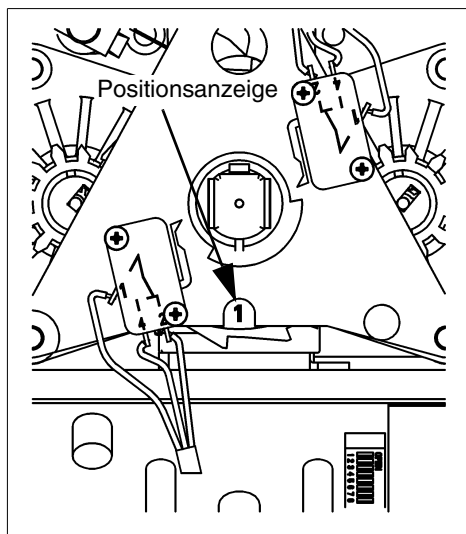

Abb. 6: Positionsanzeige
- Abdeckhaube (8) abnehmen.
- Der Antriebskolben verdreht das Treibrad (48), das wiederum das kleine Zahnrad steuert. Jeder Hub des Antriebskolbens ist mit einem Aufleuchten der Leuchtdiode „Wasserdurchfluss“ verbunden. Die Position des Treibrades kann an der Positionsanzeige abgelesen werden (siehe Abb. 6). Nach zwei Hüben ist die Besatzungsstellung (Pos. 2) erreicht. Nach ca. 3 Minuten führt der Antrieb wieder einen Hub aus. Abwassermenge bis dahin ca. 3,5 Liter.